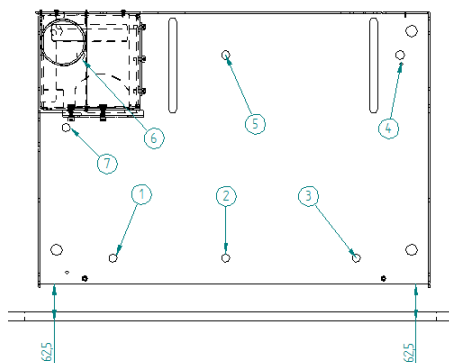

Figura 6 – Fixação base do equipamento
- Como pode observar-se na Figura 6 tem de se deixar uma distância de 62,5 mm da base ao frontal da parede (tem de ficar perfeitamente paralelo).